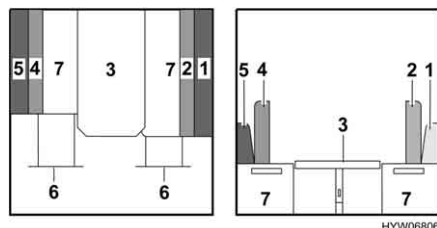

Fig. 43 Durante la trasformazione
- Estrarre la prolunga del cassone letto (Fig. 43,6).